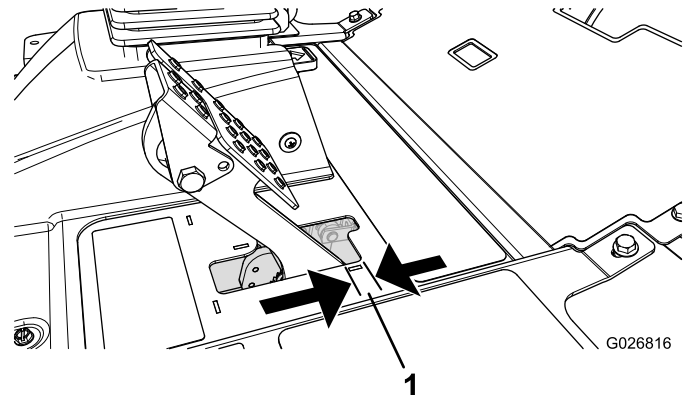

Figure 138
4. Enfoncez légèrement la pédale de frein et mesurez la distance que parcourt la pédale sans résistance (Figure 138).
Remarque: Réglez les freins si la garde à la pédale de frein est supérieure à 2,5 cm (1 po) (Figure 138) ou si la force du frein doit être augmentée.
6. Serrez les écrous arrière afin de pouvoir déplacer le câble en arrière jusqu'à obtention d'une garde à la pédale de frein de 6 à 13 mm ($\frac{1}{4}$ à $\frac{1}{2}$ po) (Figure 138), avant que le frein de stationnement ne bloque les roues.